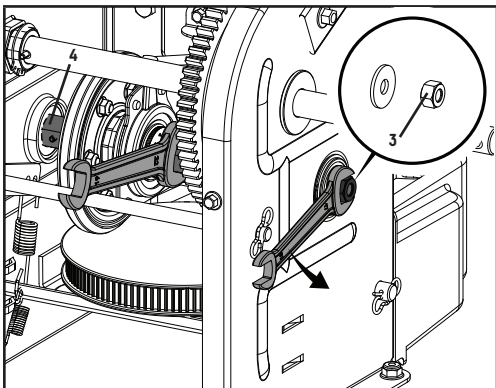

Figure 46
4. Enlevez prudemment l'écrou hexagonal M10 (3) qui fixe l'arbre hexagonal (4) au châssis de la souffleuse à neige, puis tapotez doucement sur l'extrémité de l'arbre pour déloger le roulement à billes du côté droit du châssis. (figure 46).